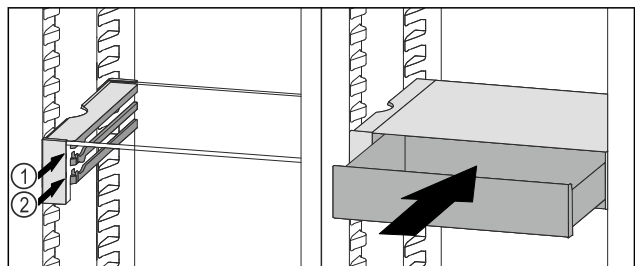

Fig. 126
- ▶ VarioSafe-lade achter de stoppers op de gewenste rib Fig. 126 (1) of Fig. 126 (2) plaatsen.